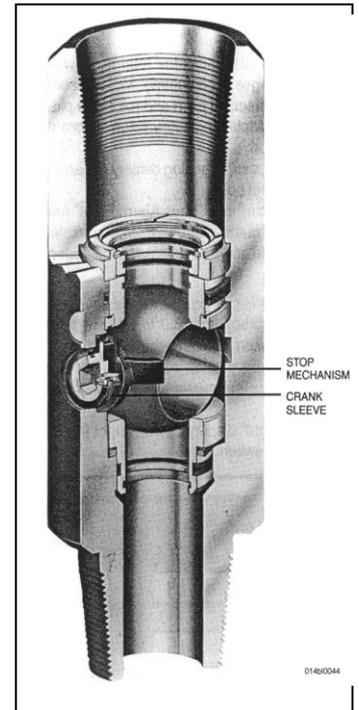

Fig.II.6. Vanne de la tige D'entraînement
A. Les vannes de la tige d'entraînement (Kelly garde ou Kelly valve): (Fig.II.6)